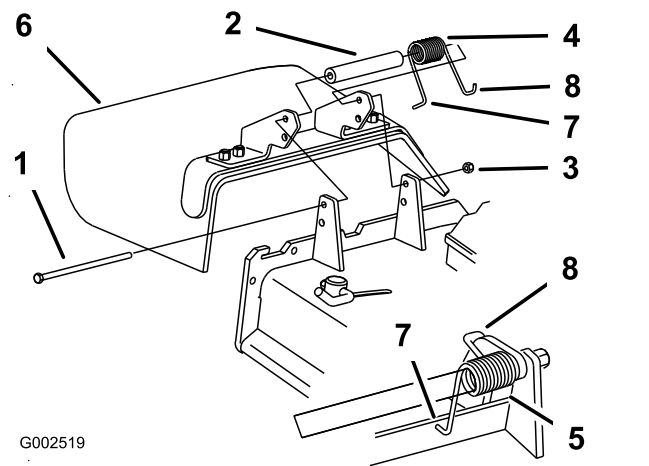

Figura 114
1. Retire a porca de bloqueio, o parafuso, a mola e a cunha que fixam o defletor aos apoios de articulação (Figura 114).
**Nota:** Certifique-se de que a extremidade em L de mola está montada por trás da extremidade da plataforma antes de colocar o parafuso como apresentado em Figura 114
5. Coloque a extremidade em gancho J da mola em torno do defletor de relva (Figura 114).